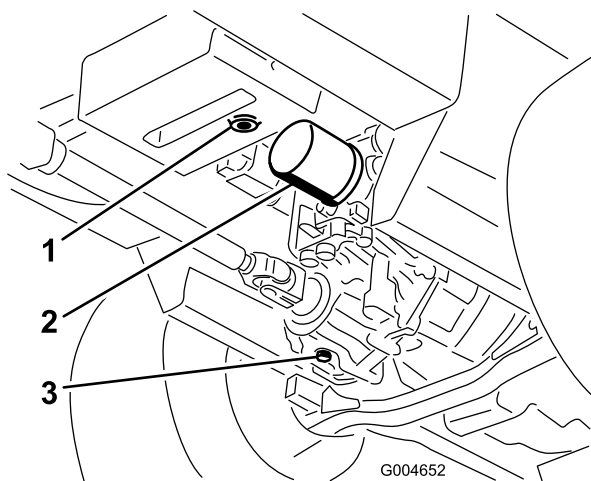

図 67
3. 油圧オイルタンクとトランスミッションケースの下にオイルを受ける大型の容器を置き、それぞれのドレンプラグを外してタンク内のオイルを完全に排出、回収する (図 67)。
4. 油圧オイルフィルタの取り付け部周辺をきれいに拭いてフィルタを取り外す(図 67)。